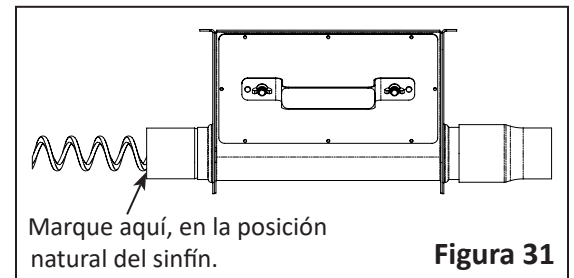

Figura 31
4. Desde el extremo de la salida, tire y suelte varias veces el extremo libre del sinfín. Esto asegurará que el sinfín se encuentre en su posición natural. Coloque una marca al final de la salida, como se muestra en la Figura 31.